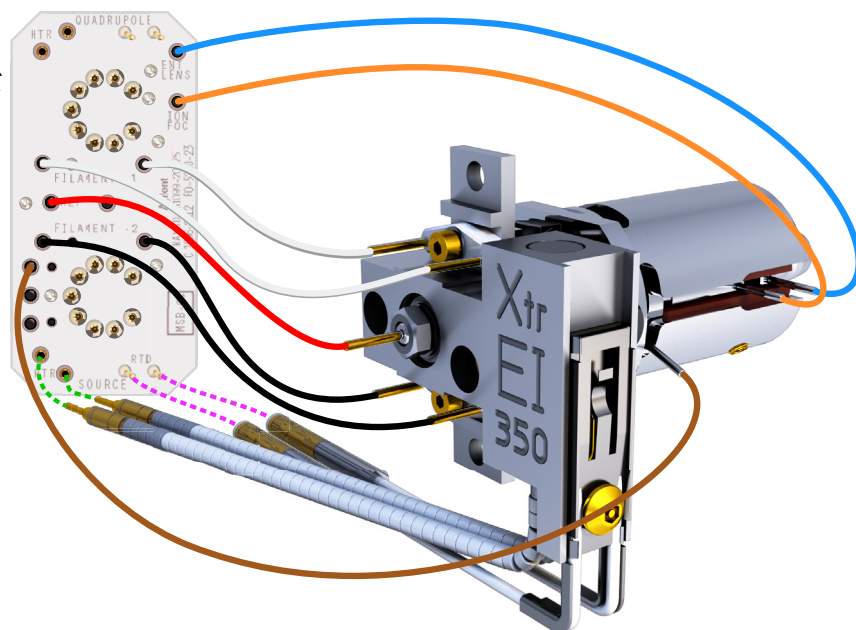

図 57 EI XTR イオン源の配線
- 1 ピンセットかラジオペンチを使用して、セラミックイオン源ボードのリード線をイオン源のコネクタに接続、またはコネクタから外します。(図 57 を参照してください)。